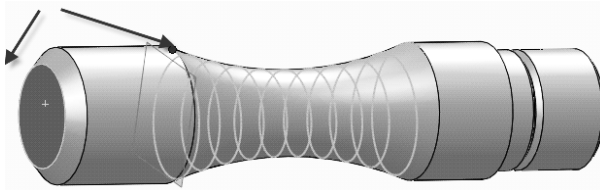

Рисунок 4.7
14. Оберіть на панелі інструментів «Эскиз» → **Преобразование объектов** → **Эскиз вдоль линии пересечения тел** → в PropertyManager у вікні **Выбрать объекты** оберіть грані, як показано на рис. 4.7 → ОК → ОК.
16. Виділіть грань, на якій моделювали фаску на відстань 3 мм → на панелі інструментів «Поверхности» оберіть → **Справочная геометрия** → **Плоскость** → назначаємо нову площину (що з'явилася в результаті перетворень) в початкову точку спірального контура (рис. 4.7) → ОК.